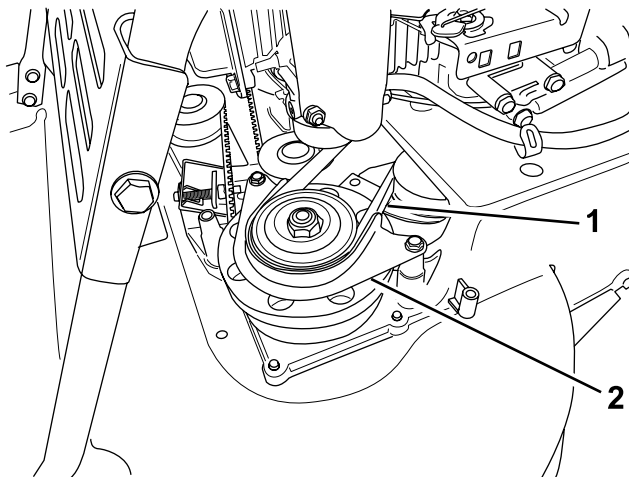

Bild 42
7. Nehmen Sie die Schutzvorrichtung Messerbremsriemens ab (Bild 42).